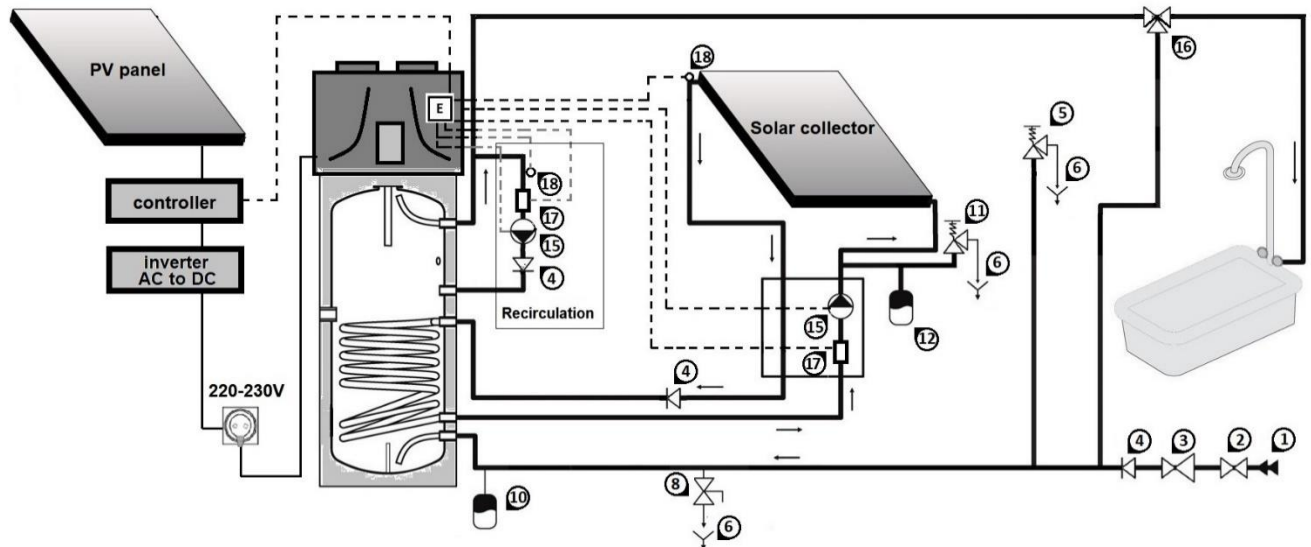
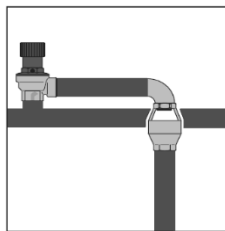

Bild 8 Verbindung mit dem Wasserversorgungsnetz und mit dem Sonnenkollektor
Bild 8a
Verbinden Sie die ein- und ausgehenden Röhre für kaltes Wasser in den entsprechenden Verbindungsstellen. Das folgende Bild (**Bild 8**) zeigt ein Beispiel für Verbindung mit dem Wasserversorgungsnetz.
- Der Betreiber des Systems soll unbedingt ein Schutzventil 8-bar an der Eingangsrohr für kaltes Wasser einbauen (Bild 8).
BEMERKUNG: Das Schutzventil soll regelmäßig vom Hand zur Vorbeugung von Kesselsteinablagerungen und/oder Verstopfungen geöffnet werden (Bild 8).
BEMERKUNG: Die Dränleitung 6 (Bild 8) des Schutzventils soll mit einer ununterbrochenen Neigung nach unten und an einer Stelle eingebaut werden, wo sie gegen Frost geschützt wird. Die Anwendung eines Sonderablaufs (Bild 8a) ist verbindlich!
ACHTUNG! Die Thermopumpe zur Herstellung vom Warmwasser zu Hauszwecken ist fähig das Wasser bis mehr als 60°C zu erwärmen. Zum Schutz gegen Verbrennung wird der Einbau einer automatischen Thermostadmischbatterie 16 (Bild 8) am Ausgang für das Warmwasser empfehlenswert.
Füllen Sie den Wasserbehälter, indem Sie den Eingangshahn 2 (**Bild 8**) und den Warmwasserhahn in Ihrem Badezimmer öffnen. Der Wasserbehälter ist dann gefüllt, wenn durch dem Warmwasserhahn im Badezimmer nur Wasser ohne Luft fließt. Überprüfen Sie, ob es keine Ausläufe durch die Verdichtungen und Verbindungen vorliegen. Ziehen Sie beim Bedarf die Bolzen und Verbindungen fest.